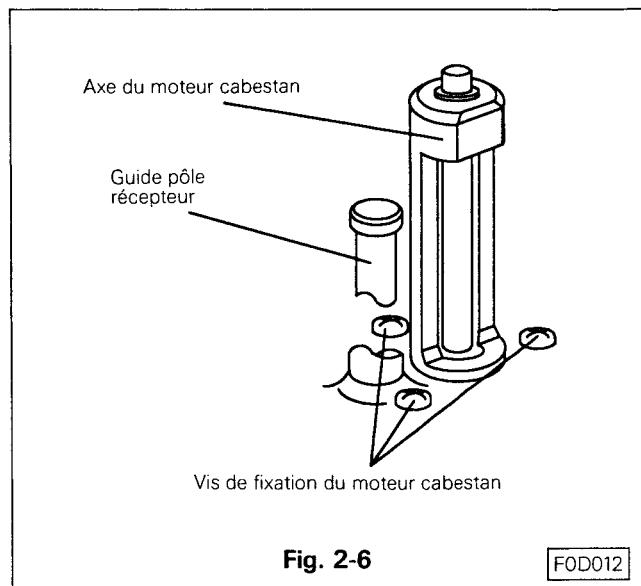

Fig. 2-6
- Dévisser les vis de fixation du moteur. (Fig. 2-6)
- Refixer le moteur à l'aide des vis de fixation. (Voir Fig. 2-6)